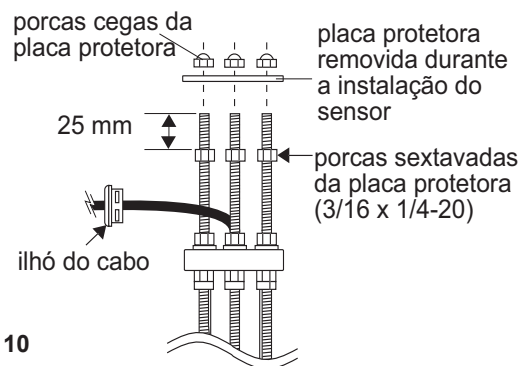

Fig. 10
- F.** Atarraxe as porcas sextavadas da placa protetora em cada uma das três hastes rosqueadas. Ajuste cada porca sextavada a uma altura de aproximadamente 25 mm do topo de cada haste. Remova o ilhó de plástico preto no cabo na parte superior do sensor com uma chave de fenda. Deslize o ilhó pelo cabo para afastá-lo do sensor (fig. 10).